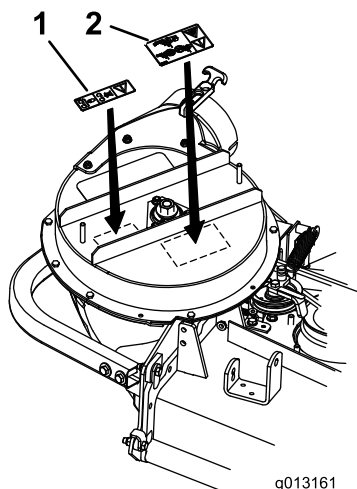

Figura 1
2. Pulite la superficie su cui saranno applicati gli adesivi (Figura 1).
3. Applicare gli adesivi come mostrato nella Figura 1.